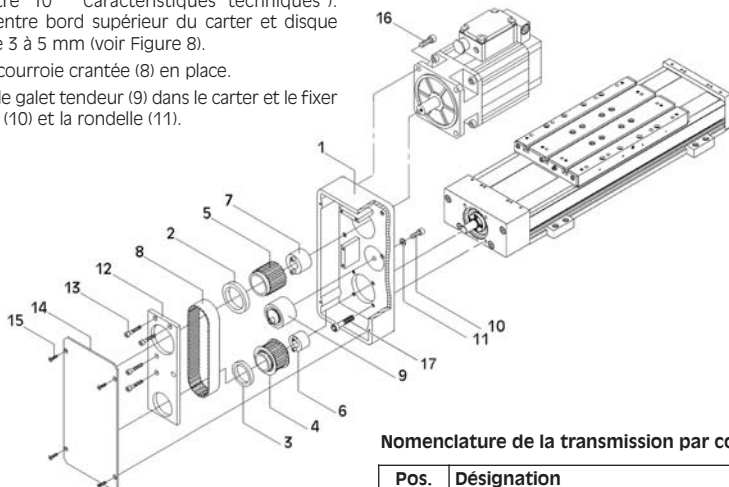

Figure 7
1. **Figure 7:** fixer l'unité linéaire WIESEL® et le moteur sur le carter (1).
7. **Figure 7:** desserrer la vis (10) du galet tendeur et serrer le galet avec 0,5 Nm dans le sens contraire de celui des aiguilles d'une montre avec une clé à six pans d'ouverture 8. Resserrer la vis (10).
8. Fixer la plaque de recouvrement (14) avec 4 vis à tête conique (15).